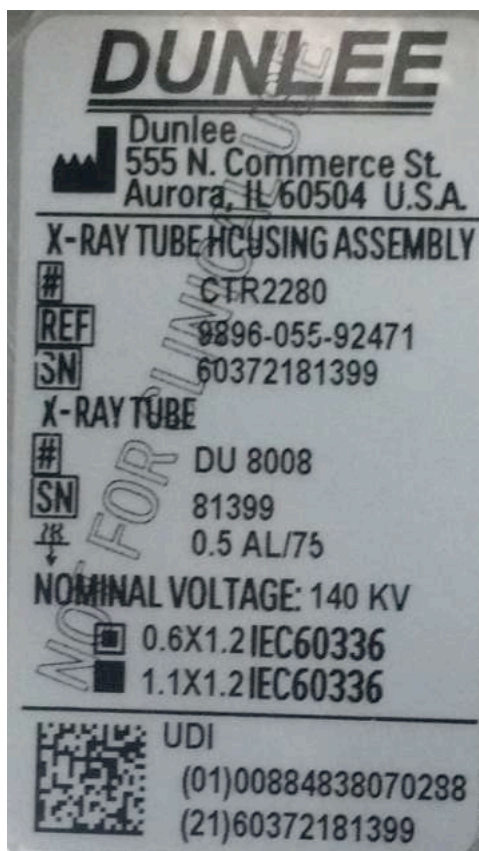

Рисунок2-14 Этикетка компонента трубки
9. Рисунок 2-14 является этикеткой компонента трубки, прикрепленной к компоненту